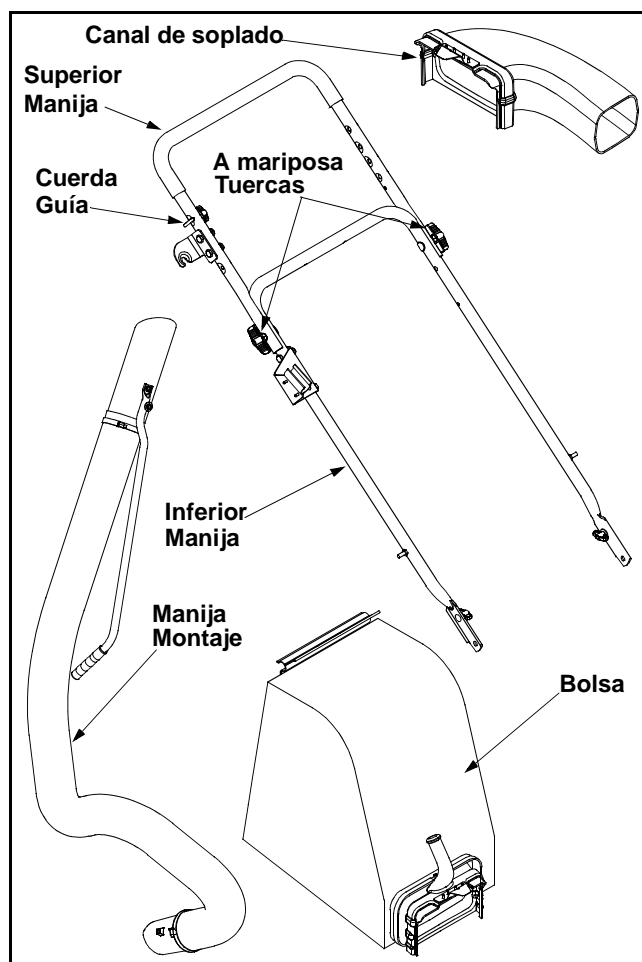

Figura 1
### Piezas sueltas en la caja (Ver Figura 1)
- Para sujetar las dos manijas ajuste las tuercas de mariposa (los pernos del carro deben estar colocados de forma adecuada en la manija). Ver Figura 1